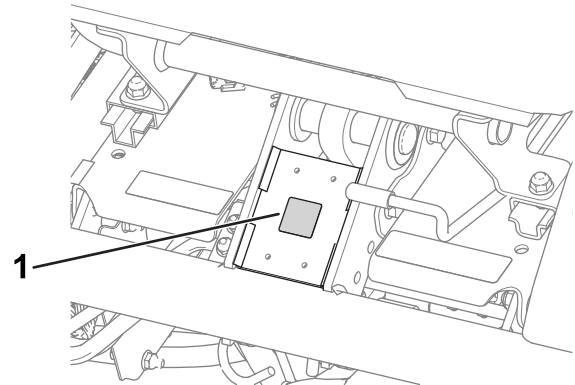

Figura 11
- Aplique la pegatina con la marca CE (Pieza N° 93-7252) al bastidor debajo de la parte delantera del asiento (Figura 11).